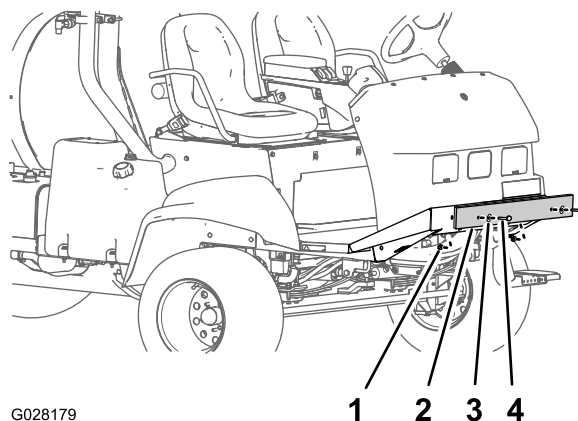

Figura 6
2. Rimuovete il paraurti di carico dalla macchina (Figura 6).
1. Rimuovete i bulloni, le rondelle e i dadi che fissano il paraurti di carico alla piastra dello chassis anteriore (Figura 6).